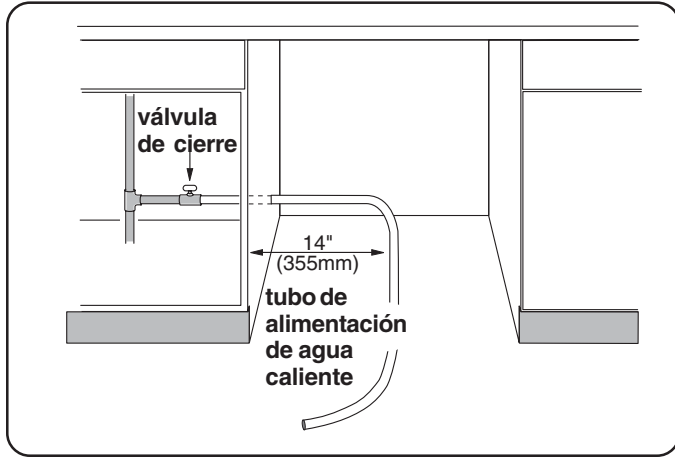

Ilustración 6
En el tubo de alimentación de agua caliente instale una válvula de cierre (algo que no proporcionamos) de modo que su acceso sea fácil, tal como indica en la **Ilustración 6**. Se deben terminar todas las conexiones soldadas antes de conectar el tubo de agua a la válvula de entrada de agua a la lavadora. También se puede suministrar agua a la lavavajilla por medio de una manguera trenzada de acero inoxidable que está aprobada para el uso con lavavajillas. Consulte con sus proveedores de piezas de plomería para obtener los accesorios para las cañerías y los acopladores acodados de 90°.
**NOTA:** No obstante el sitio donde el tubo de agua caliente entre en el gabinete, sitúe el tubo a 14" (35 cm) del lado izquierdo del gabinete, tal como indica en la Ilustración 6.